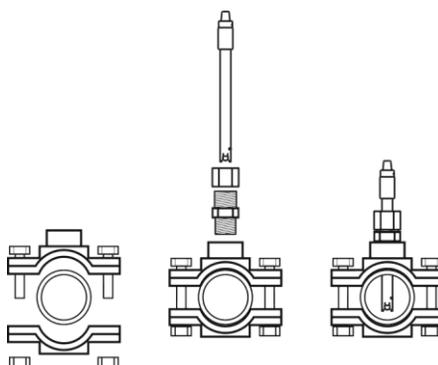

Рисунок 8
- Установите держатели электродов рН и ОВП в контур через ½" суппорты (не поставляются с оборудованием) (Рисунок 8)